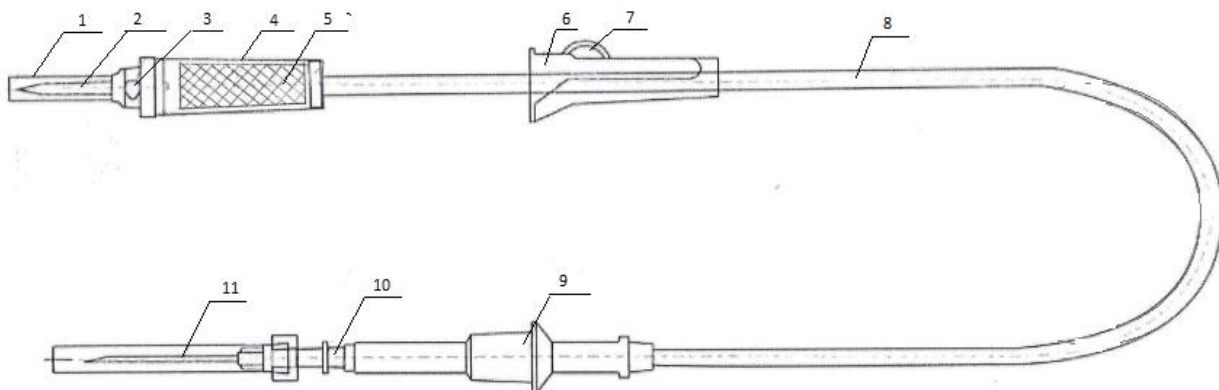

Рис. 1 – Устройство трансфузионное:
- плотно закройте роликовый зажим 7 (см. рис. 1);